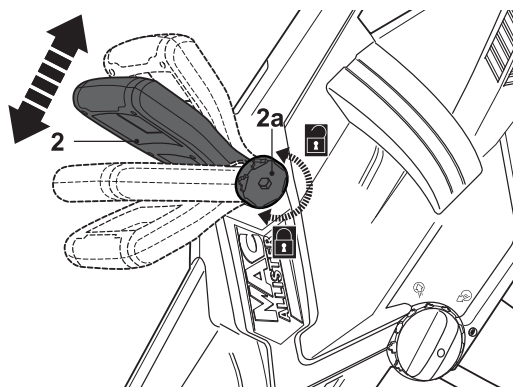

Fig. 14
- > Afloje la perilla de fijación (2a) y ajuste la empuñadura auxiliar en la posición que desee (Fig. 14).
- > Apriete la perilla de fijación (2a) para fijar la empuñadura auxiliar (2).